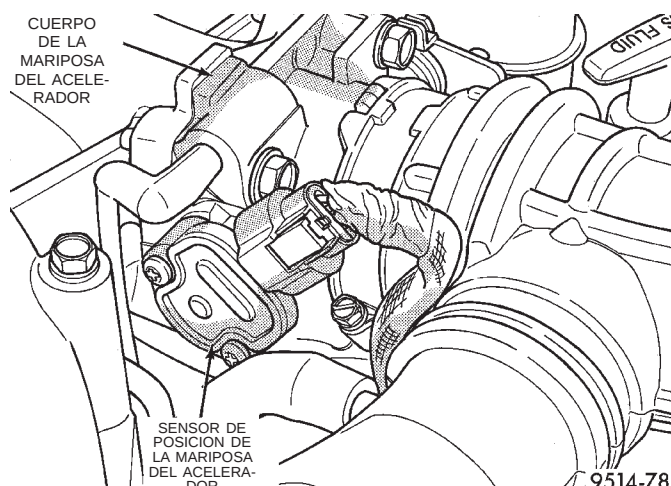
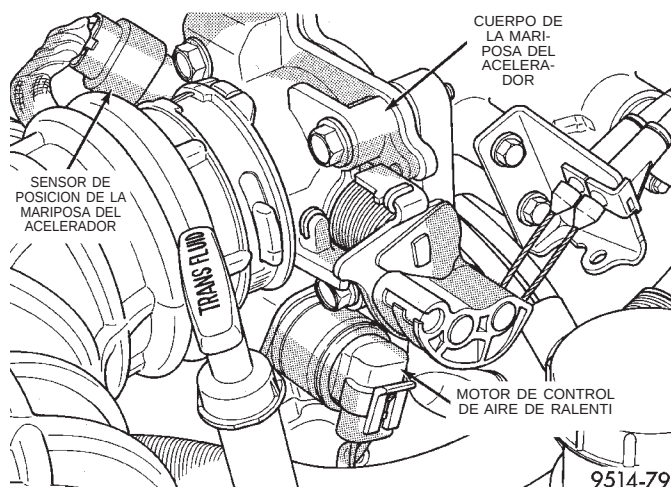

Fig. 32 Sensor de posición de la mariposa del acelerador
Fig. 33 Motor de control de aire de ralentí
(7) Afloje la abrazadera de la manguera de entrada de aire del cuerpo de la mariposa del acelerador.
(8) Desprenda los ganchos a presión que sujetan la cubierta de la caja del depurador de aire a la caja.
(9) Retire la cubierta del depurador de aire y las mangueras de entrada del motor.
(10) Desenchufe los conectores del sensor de posición de la mariposa del acelerador (TPS) y el motor de control de aire de ralentí (Fig. 32) y (Fig. 33).